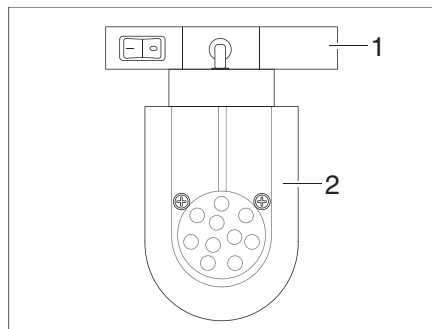

Bild 61 Spotleuchte (Beispiel)
- Halterung (Bild 61,1) fassen und um 45° drehen.
- Spotleuchte (Bild 61,2) aus Schienensystem entnehmen.
- Spotleuchte (Bild 61,2) an gewünschter Position in das Schienensystem einsetzen und um 45° drehen.